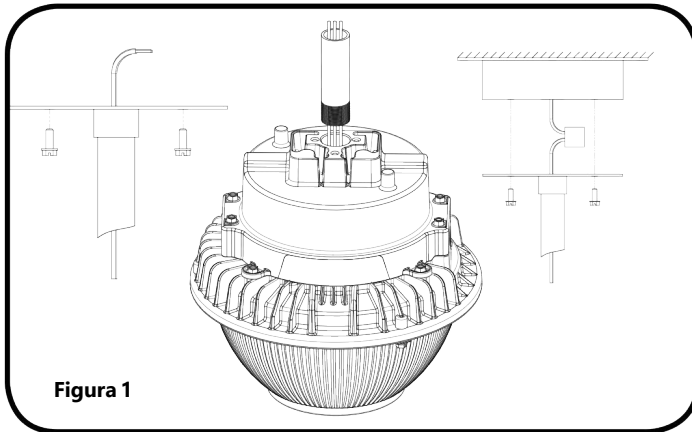

Figura 1
1. Inserte los cables a través del conducto rígido colgante de 3/4" e inserte el conducto a la carcasa superior del aparato (figura 1 - izquierda).
3. Realice las conexiones de cableado necesarias en la caja de conexiones a prueba de agua proporcionada por el cliente (Vea figura 1 - derecha).